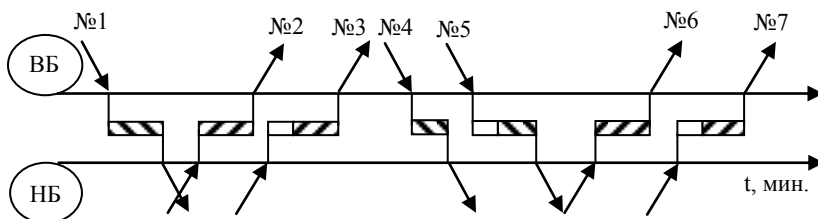

Рис. 2. Варианты судопропуска
значительной мере зависит от используемого варианта судопропуска (одностороннего или двустороннего). Под односторонним понимается последовательный пропуск в одном направлении. Двусторонний подразумевает последовательный судопропуск во встречных направлениях (рис. 2).
На рис. 2:
- рис. 2 – первый вариант плана судопропуска (защита интересов федерального бюджета);
Порядок разработки рис. 2 и 3